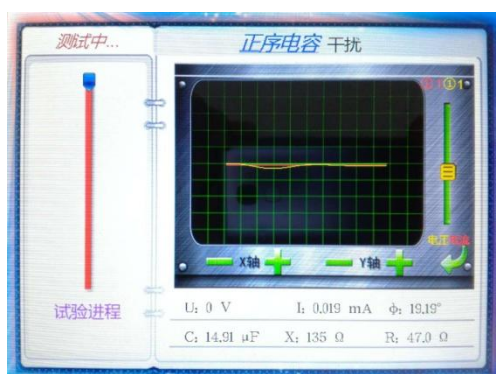

图 7-5 先测干扰电压
- 3) 点击接线说明方框，仪器先测干扰电压，如图 7-5。